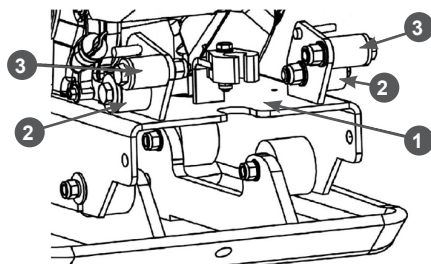

Рис. 3. Подготовка к установке рабочей рукоятки
2. Демонтируйте с рамы 1 двигателя буфера 3 упорные и втулки 2 рабочей рукоятки (Рис. 3).